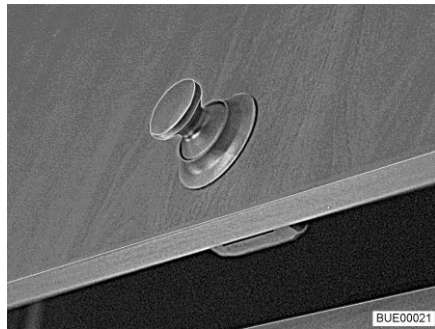
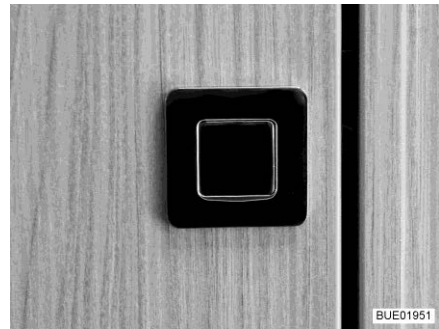

Fig. 67 Trampilla de muebles con botón de presión (redondo)
Fig. 68 Trampilla de muebles con botón de presión (rectangular)
- Pulsar la parte interior de la cerradura. El botón de presión (Fig. 67 o Fig. 68) salta hacia fuera.